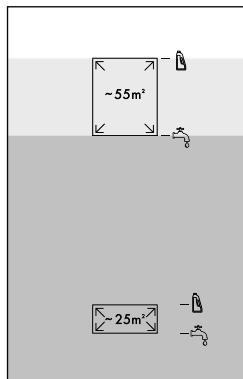

Fig. 9
- ◆ Para limpiar superficies grandes  (hasta 55 m2), llene con agua corriente o agua destilada hasta la tercera marca de llenado  el depósito de agua limpia ⑪ (consulte la fig. 9).
- ◆ Para limpiar superficies grandes  (hasta 55 m2), llene con un producto de limpieza hasta la cuarta marca de llenado  el depósito de agua limpia ⑪ (consulte la fig. 9).